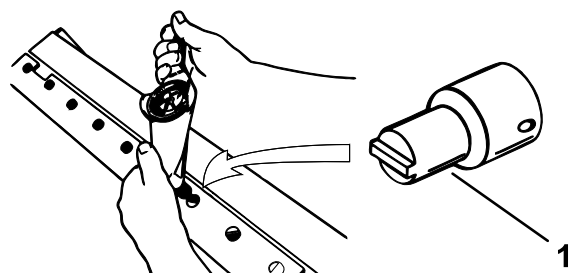

图34
- A. 将 2 个外部螺丝的扭矩上紧至 1N·m 请参阅 图34。
- B. 按照从底刀中间向两端的顺序上紧螺丝扭矩至 2328N·m 请参阅 图34。